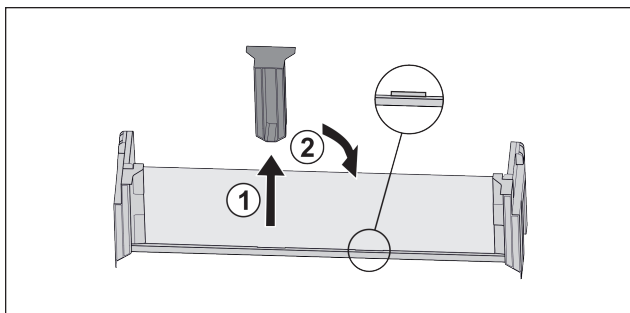

Fig. 17
- ▶ Middelste vasthoudeel lostrekken Fig. 17 (1).
- ▶ Middelste vasthoudeel in tweede positie inzetten Fig. 17 (2).